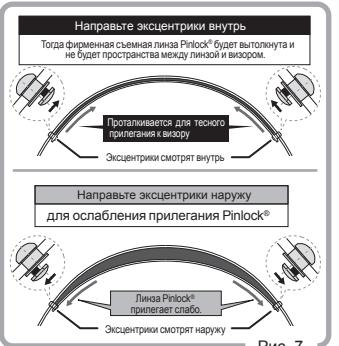

Рис. 7
2. Отрегулируйте эксцентрики, поворачивая их надлежащим инструментом. (Рис. 7)